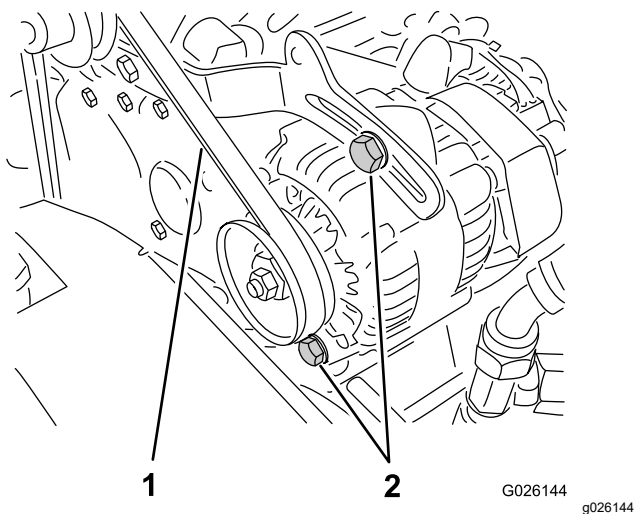

図 68
2. クランクシャフトとオルタネータのプーリ間の中央でベルトを指で押してベルトの張りを点検する 押す力は10kg程度(図 68)。
A. オルタネータの取り付けボルト 2 本をゆるめる 図 68。
- B. エンジンとオルタネータの間にボールを入れて適当な張りに調整し、取り付けボルトを締め付ける 図 68。